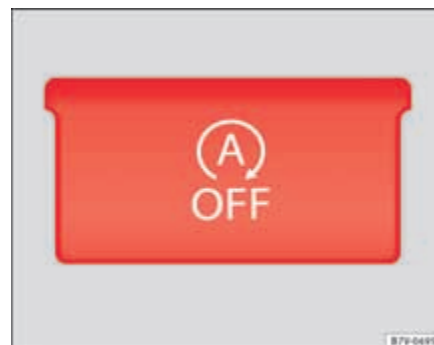

Fig. 147 Detalle de la consola central: tecla para el funcionamiento Start-Stop.
- Pulse la tecla  en la consola central ⇒ página 233, fig. 147.